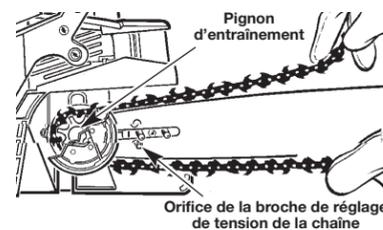

Fig. 38
**REMARQUE** : Assurez-vous que la broche de réglage de tension de la chaîne s'insère dans l'orifice correspondant (Fig. 38).